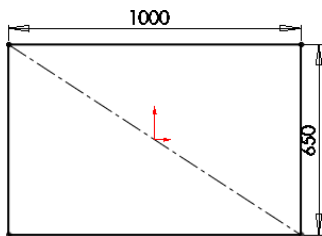

图 12-23 绘制草图
- 02 单击【草图】选项卡中的  【矩形】按钮和  【中心线】按钮，绘制草图，在动态尺寸框输入尺寸，如图 12-23 所示。